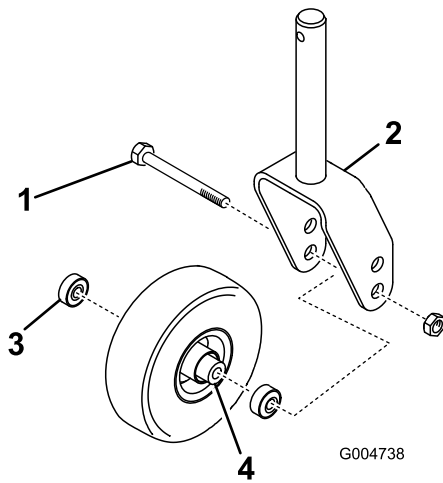

Figura 97
- Retire la contratuerca del perno que sujeta el conjunto de la rueda giratoria entre la horquilla o el brazo de pivote (Figura 97).
2. Sujete la rueda giratoria y retire el perno de la horquilla o del brazo de pivote (Figura 97).
3. Retire el cojinete de la rueda y deje que se caiga el suplemento del cojinete (Figura 97).
4. Retire el cojinete del otro lado de la rueda (Figura 97).